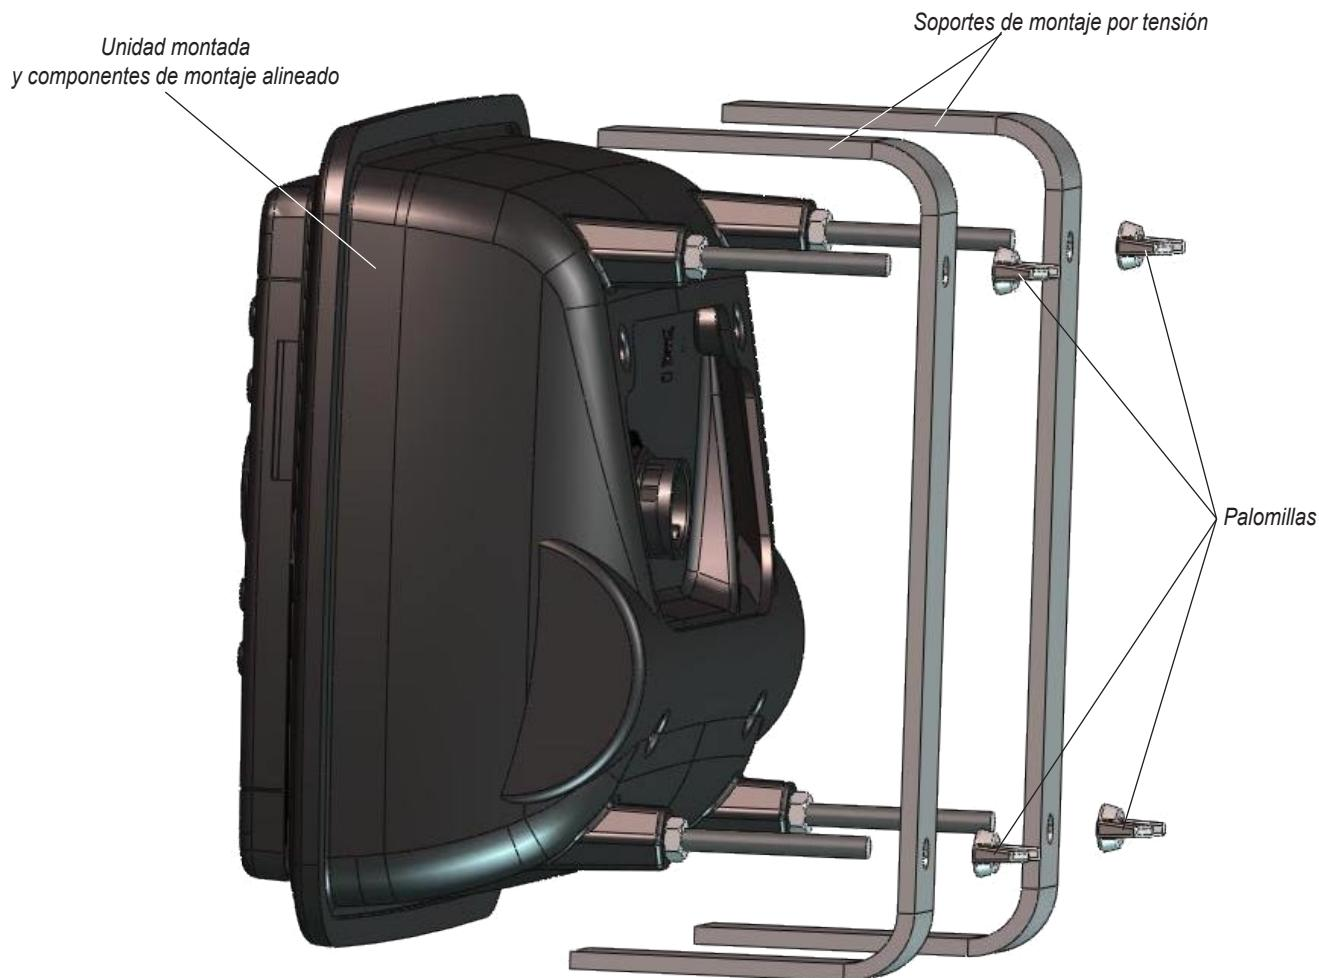

Ilustración 2
3. Instale la unidad en la abertura (consulte la ilustración 2):
- Coloque los extremos de montaje por tensión sobre los tornillos hexagonales y fíjelos con las (4) palomillas.
- Apriete las (4) palomillas para fijar la carcasa a la superficie de instalación. No las apriete en exceso.